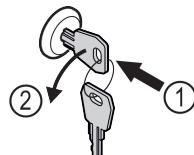

Fig. 184
- 按入钥匙。Fig. 184 (1)
- 将钥匙逆时针转动 90°。Fig. 184 (2)